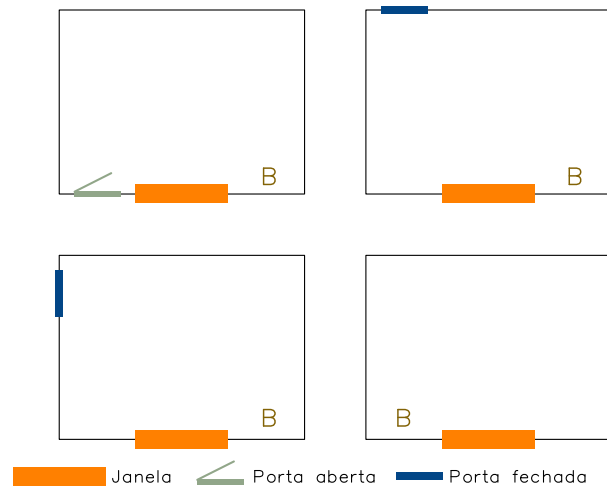

Figura 1: Possíveis configurações de sala. **B**: localização adequada do barômetro.
- Posicione o barômetro fora da corrente de ar entre a porta e a janela. Se não for possível mantenha a porta fechada a partir do início do procedimento. Sugestões de posicionamento do barômetro dependendo da disposição da porta e da janela estão na Figura 1;